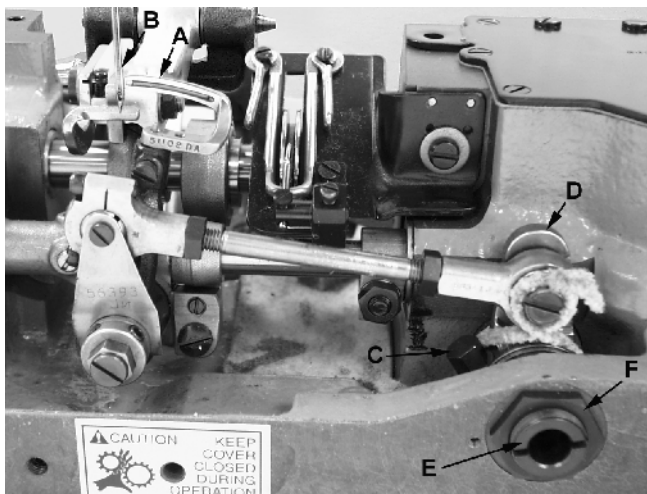
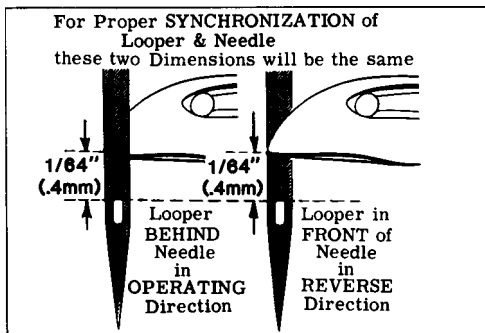
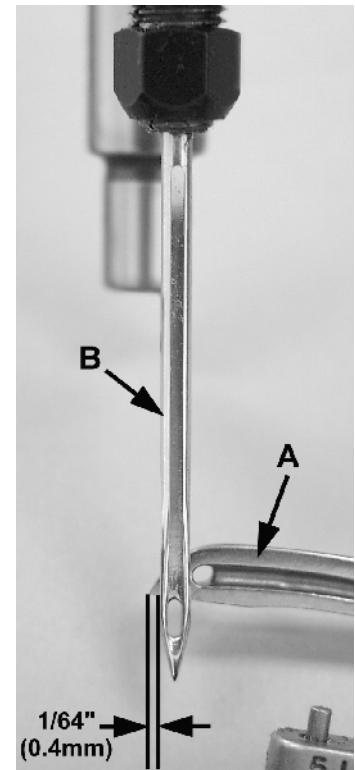

Fig 4
Fig 4A
Fig 8
Gire el volante en sentido de operación hasta que la punta del looper (A, Fig. 4), moviéndose hacia la izquierda, se encuentre al ras con el lado izquierdo de la aguja. Anote la distancia del ojo de la aguja en referencia a la punta del looper (vea Fig. 4A). Gire el volante en dirección reversa hasta que la punta del looper moviéndose otra vez hacia la izquierda se encuentre al ras con el lado izquierdo de la aguja (vea Fig. 4A). Si la distancia del ojo de la aguja a la punta del looper es la misma, los movimientos del looper y de la aguja están sincronizados – una variación de .005 pulgadas (.127 mm) es aceptable. Si la distancia desde el ojo de la aguja a la punta del looper es mayor cuando se gira el volante en sentido de la operación, hay que mover el eje de la palanca del accionamiento del looper suavemente hacia atrás. Moviéndolo hacia adelante tiene efecto contrario.
NOTA: La medida de 1/64 pulgadas (.4 mm) indicada en la Fig. 4 es para el ajuste definitivo de la altura de la barra de la aguja.
Suelte el tornillo (C, Fig. 4) en el eje (D) del accionamiento del looper. Tiene que fijar un perno con una rosca .146-40 o un tornillo UNION SPECIAL No. 22870 A en el eje del accionamiento del looper a través del centro del tornillo (E) para el ajuste del avance del looper. Dándole suaves golpes o halándolo se consigue la sincronización adecuada del eje. Apriete el tornillo (C) otra vez y remueva el perno o tornillo que utilizó para posicionar el eje.
Gire el volante hasta que la punta del looper se encuentre en la altura de la parte izquierda de la aguja. La altura de la barra de la aguja (A, Fig. 8) estará correcta cuando la parte superior del ojo de la aguja (B) se encuentre 1/64 de pulgada (.4 mm) debajo de la parte inferior del looper (vea Fig. 4). El ajuste se puede hacer soltando el tornillo (C, Fig. 8), moviendo la barra de la aguja (A) hacia arriba o hacia abajo como haga falta y apretando el tornillo otra vez.
La altura de la barra de la aguja (D, Fig. 8) es correctamente ajustada, si es posible de desmontar el pie prensa tela cuando la palanca del levantador del pie prensa tela, que esta ubicada en la parte trasera de la máquina y sobresale la tapa superior de la camera del eje principal esté completamente activada (halada hacia la derecha). Debería existir una distancia de aproximadamente 1/16 de pulgadas (1,6 mm) entre la superficie inferior de la conexión de la barra de la aguja y la guía (E) contra la apertura en la carcasa cuando se suelte la palanca del levantador de prensa tela y el prensa tela reposa planamente en la placa de la aguja con los dientes de arrastre en su posición inferior.